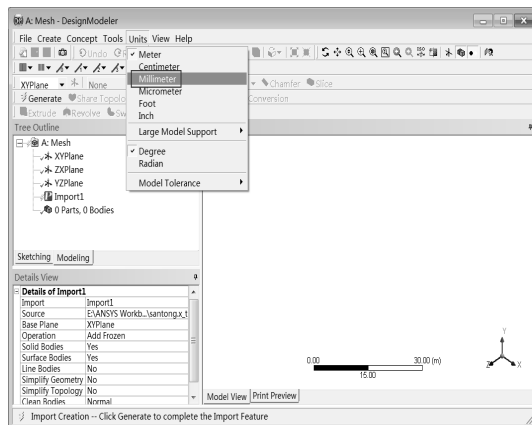

图 3-54 单位设置
Step5 :双击项目 A 中的 A1(Geometry) 栏,此时会弹出如图 3-54 所示的 DesignModeler 平台,设置单位为 mm。